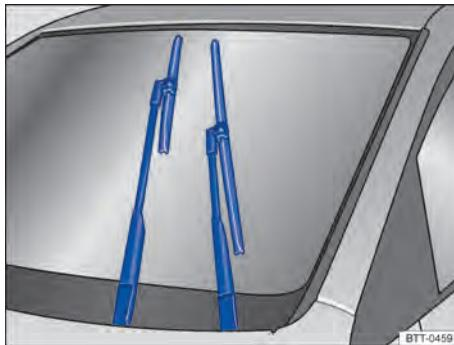

Fig. 111 Limpadores dos vidros na posição de serviço.
Na posição de serviço, os braços dos limpadores do para-brisa podem ser erguidos do para-brisa → **Fig. 111**. Para colocar os limpadores dos vidros na posição de serviço, proceder conforme a seguir:
- Pressionar a alavanca dos limpadores dos vidros brevemente para baixo → **Fig. 111** ④.